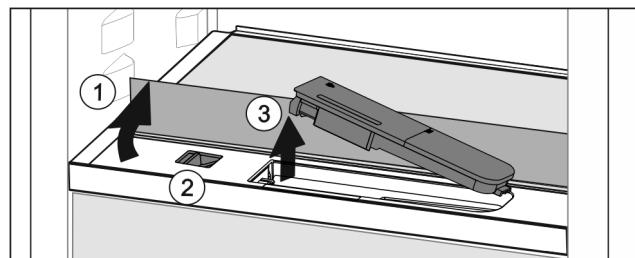

Fig. 51
- Stekleno ploščo dvignite in jo sklopite nazaj do omejevalnika Fig. 51 (1).
- Drsnik Fig. 51 (2) potisnite v levo.
- Odstranite rezervoar za vodo Fig. 51 (3).